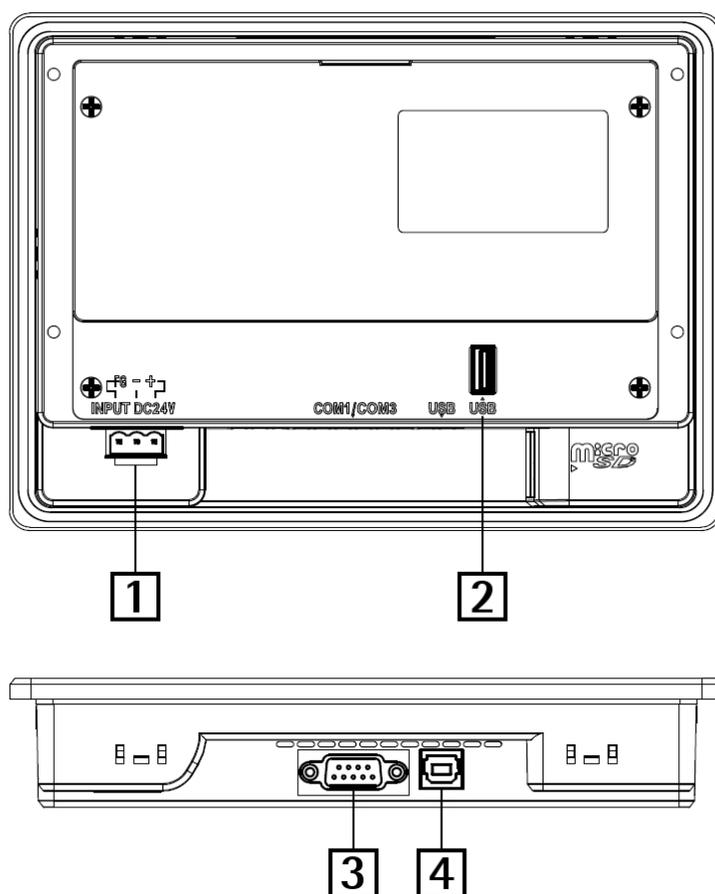

Figura 3: Connessioni elettriche
4.1 Connettori (Figura 3)
Collegare il pannello a un buon punto di terra; si consiglia di utilizzare il punto di collegamento previsto mediante il pin 3 del connettore 3 poli **1** (Figura 3). Assicurarsi che il punto di terra sia privo di disturbi e il più vicino possibile al dispositivo.